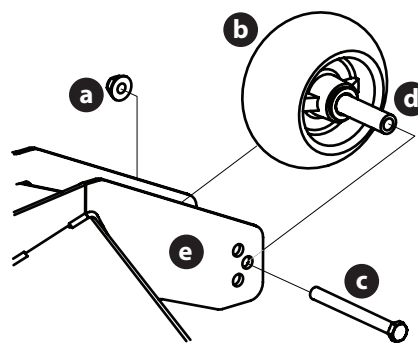

Fig. 32
2. Retirez le contre-écrou (a) qui fixe l'une des roues de jauge avant (b) au plateau de coupe. Retirez la roue de jauge avant (b), la vis hexagonale (c) et l'entretoise (d) (Fig. 32).
3. Insérez la vis hexagonale (c) dans l'un des trois trous de repérage du support de la roue de jauge avant (e) qui permettra à la roue de jauge avant (b) d'avoir un espace de 1/4-1/2 po (6,4 to 12,7 mm) avec le sol (Fig. 32).
4. Prenez note du trou de repérage de la roue de jauge avant qui vient d'être ajustée (b), et ajustez l'autre roue de jauge avant (b) dans le trou de repérage correspondant de l'autre support de roue de jauge avant (e) (Fig. 32).